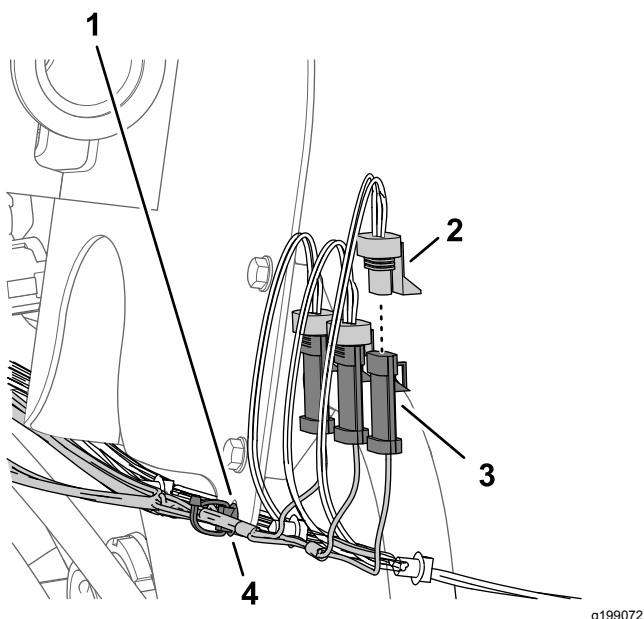

Figura 84
1. Ligue o conector de 3 pinos da secção de cablagem de 89 cm rotulado PULVERIZADOR ESQUERDO (left spray) ao conector de três tomadas da cablagem da máquina rotulado VÁLVULA DO PULVERIZADOR ESQUERDO (left spray valve) (Figura 84).
2. Ligue o conector de 3 pinos da cablagem rotulado PULVERIZADOR CENTRAL (center spray) ao conector de três tomadas da cablagem da máquina rotulado VÁLVULA DO PULVERIZADOR CENTRAL (center spray valve) (Figura 84).
3. Ligue o conector de 3 pinos da cablagem do kit rotulado PULVERIZADOR DIREITO (right spray) ao conector de três tomadas da cablagem da máquina rotulado VÁLVULA DO PULVERIZADOR DIREITO (right spray valve) (Figura 84).
4. Insira o fixador de pressão da cablagem do kit no furo na flange do suporte do fluxímetro (Figura 84).